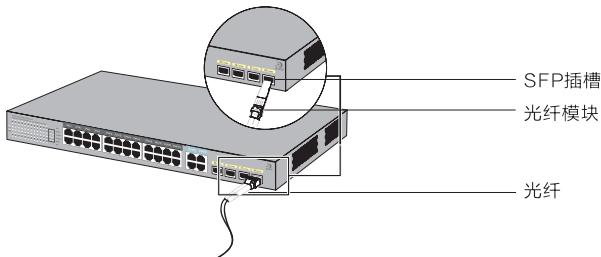

图3-2 SFP端口连接示意图
- 1.从侧面抓住光纤模块，将其沿交换机SFP端口插槽平滑插入，直至光纤模块与交换机紧密接触为止，如图3-2所示；